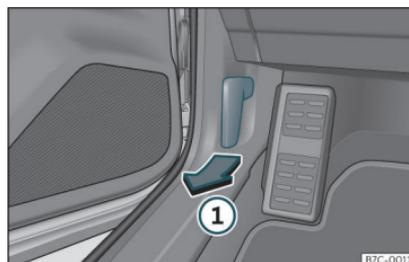

Fig. 199 Leva di sblocco nel vano piedi del lato conducente.
- Aprire la porta e tirare la leva posta al di sotto del cruscotto»» fig. 199 ①.